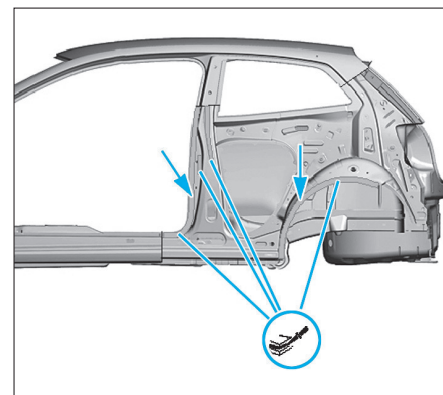

FIG. 104
- Apposer un cordon de colle bi-composant aux endroits indiqués (Fig.104).